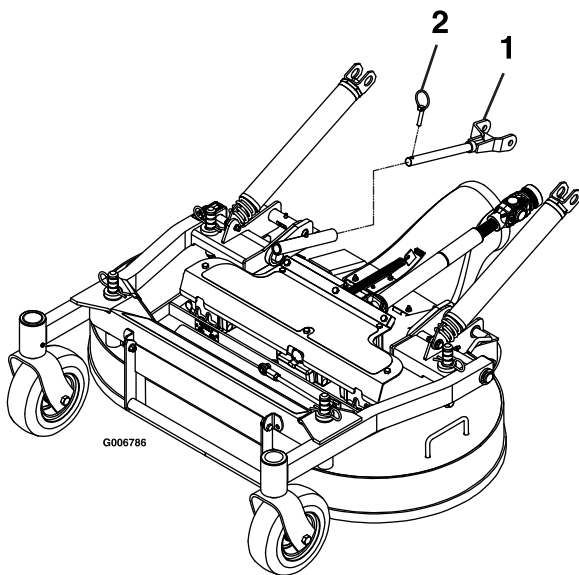

Figure 69
6. Retirez les goupilles à anneau à l'avant des bras de poussée, de chaque côté de la machine (Figure 69).
5. Fixez les bras de poussée sur les côtés gauche et droit de la machine avec des goupilles à anneau (Figure 69).